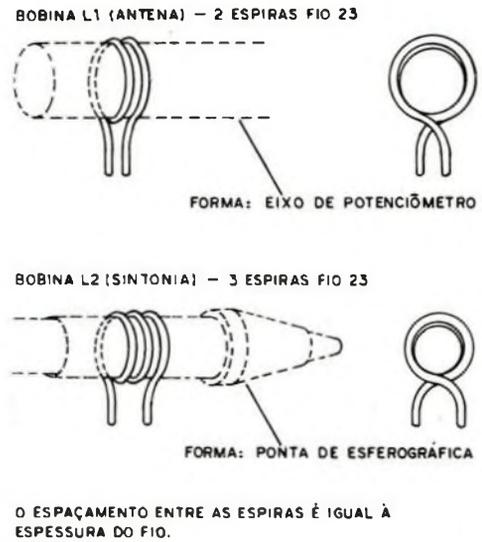

Figura 8
Na figura 8 temos pormenores das bobinas que são usadas nas nossas versões, já que a versão original, da Philips, usa a bobina L1 impressa e que exige cuidados redobrados na confecção da placa que deve ser preferivelmente de fibra de vidro.
A bobina L1 é impressa e a bobina L2 consta de 3 espiras de fio 23 nas medidas indicadas na figura 8.
b) Veja as especificações das bobinas na figura 8. Descasque bem os fios nos pontos de soldagem, a não ser que seja usado o fio tipo Piresolda.
c) As bobinas têm as mesmas especificações da versão anterior podendo ser feitas segundo a figura 8. A soldagem deve ser feita após raspagem de suas pontas, a não ser que o fio usado seja do tipo Piresolda que não necessita deste procedimento.